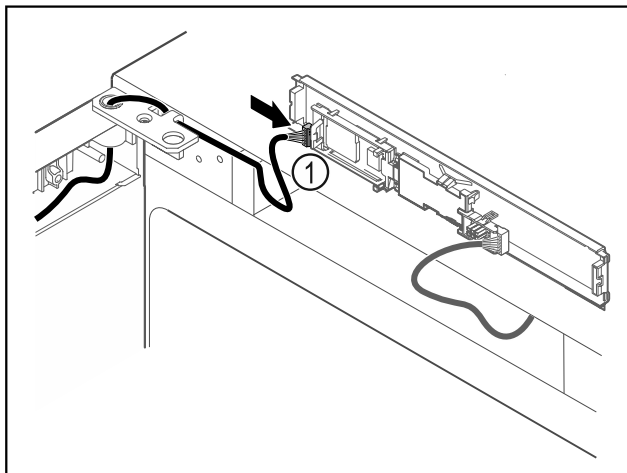

Fig. 65
- Sæt stikket Fig. 65 (1) i på printkortet.